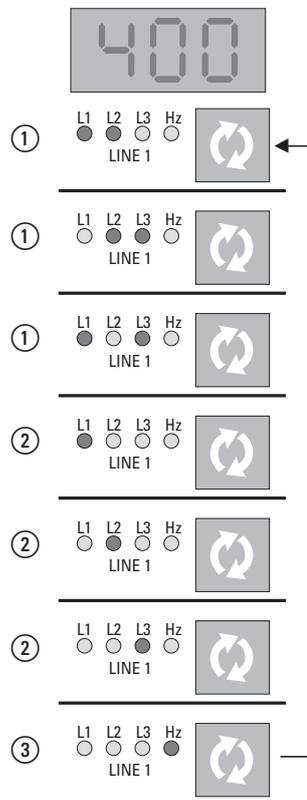

Abbildung 4: Messreihenfolge
- ① Außenleiterspannungen
- ② Leiterspannungen
- ③ Frequenz
Für jedes Netz können die Außenleiterspannungen (L-L) ①, die Leiterspannungen (L-N) ② und die Frequenz ③ angezeigt werden, → Abbildung 4.